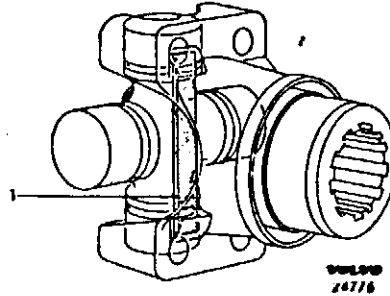

Abb. 17 Riegelung des Nadellagers (früh. Ausf.)
Zur Beachtung! Bei Einbau von Ausf. I darauf achten, daß das Band (1, Abb. 17) in den dafür vorgesehenen Aussparungen im Antriebsflansch zu liegen kommt.
- sche zu liegen kommt, siehe Abb. 17. Wird dies nicht beachtet, können die Lagerkäfige beim Festziehen der U-Klammern oval verspannt werden. Festzug der Muttern für die Klammern auf 1,40–1,65 mkp.
Bandeisen zur Riegelung der Nadellager auf vorderem oder hinterem Kreuzgelenk falsch eingebaut (nur früh. Ausf.).	Bandeisen umrüsten, siehe Abb. 17.